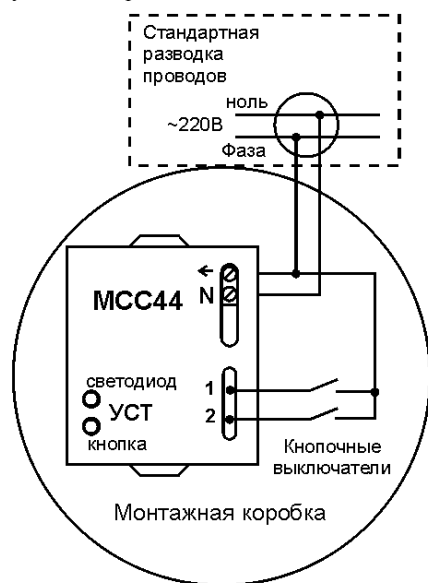

Рис. 2. Схема подключения.
- 2.3. Подключить провода согласно рис. 2;